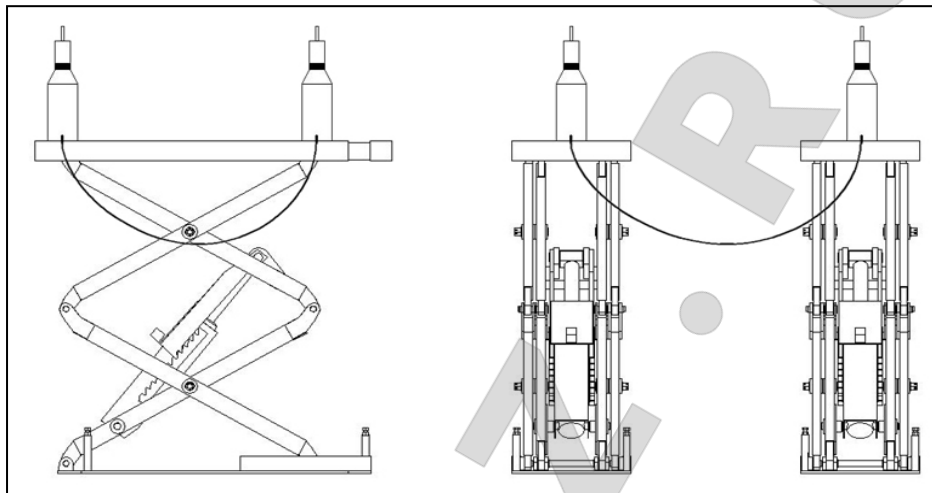

Рис. 21
- Если имеется неровность в фундаменте, следует воспользоваться металлическими блоками (рис. 21).